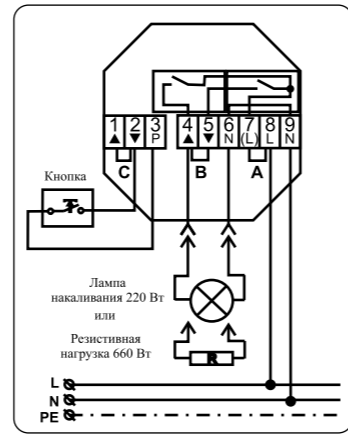

Рисунок 3. Схема подключения к осветительному прибору и электрической нагрузке.
- снять переключку между контактами 8 и 7 Nero 8013UP (см. рис. 3);
- Установить переключку (обозначение «В», см. рис. 3) между контактами 4 и 5 устройства.